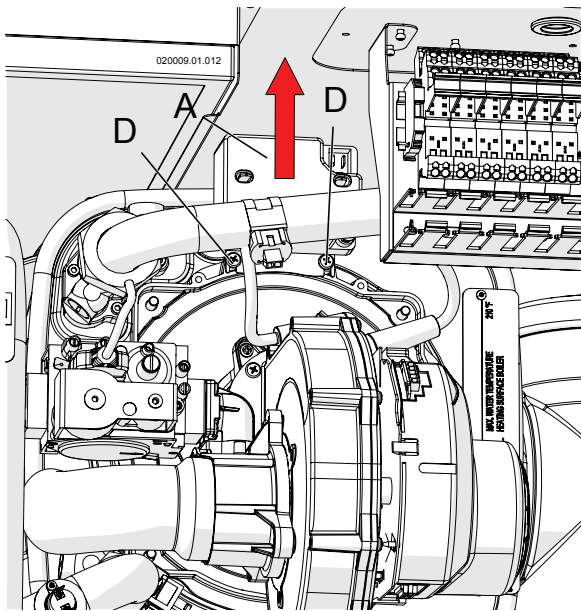

Figura 15-2 - Smontaggio generatore di scintille
- 3.- smontare il generatore di scintille "A" di Figura 15-2 svitando le viti "D" di Figura 15-2 e scollegandolo dalle candele di accensione.